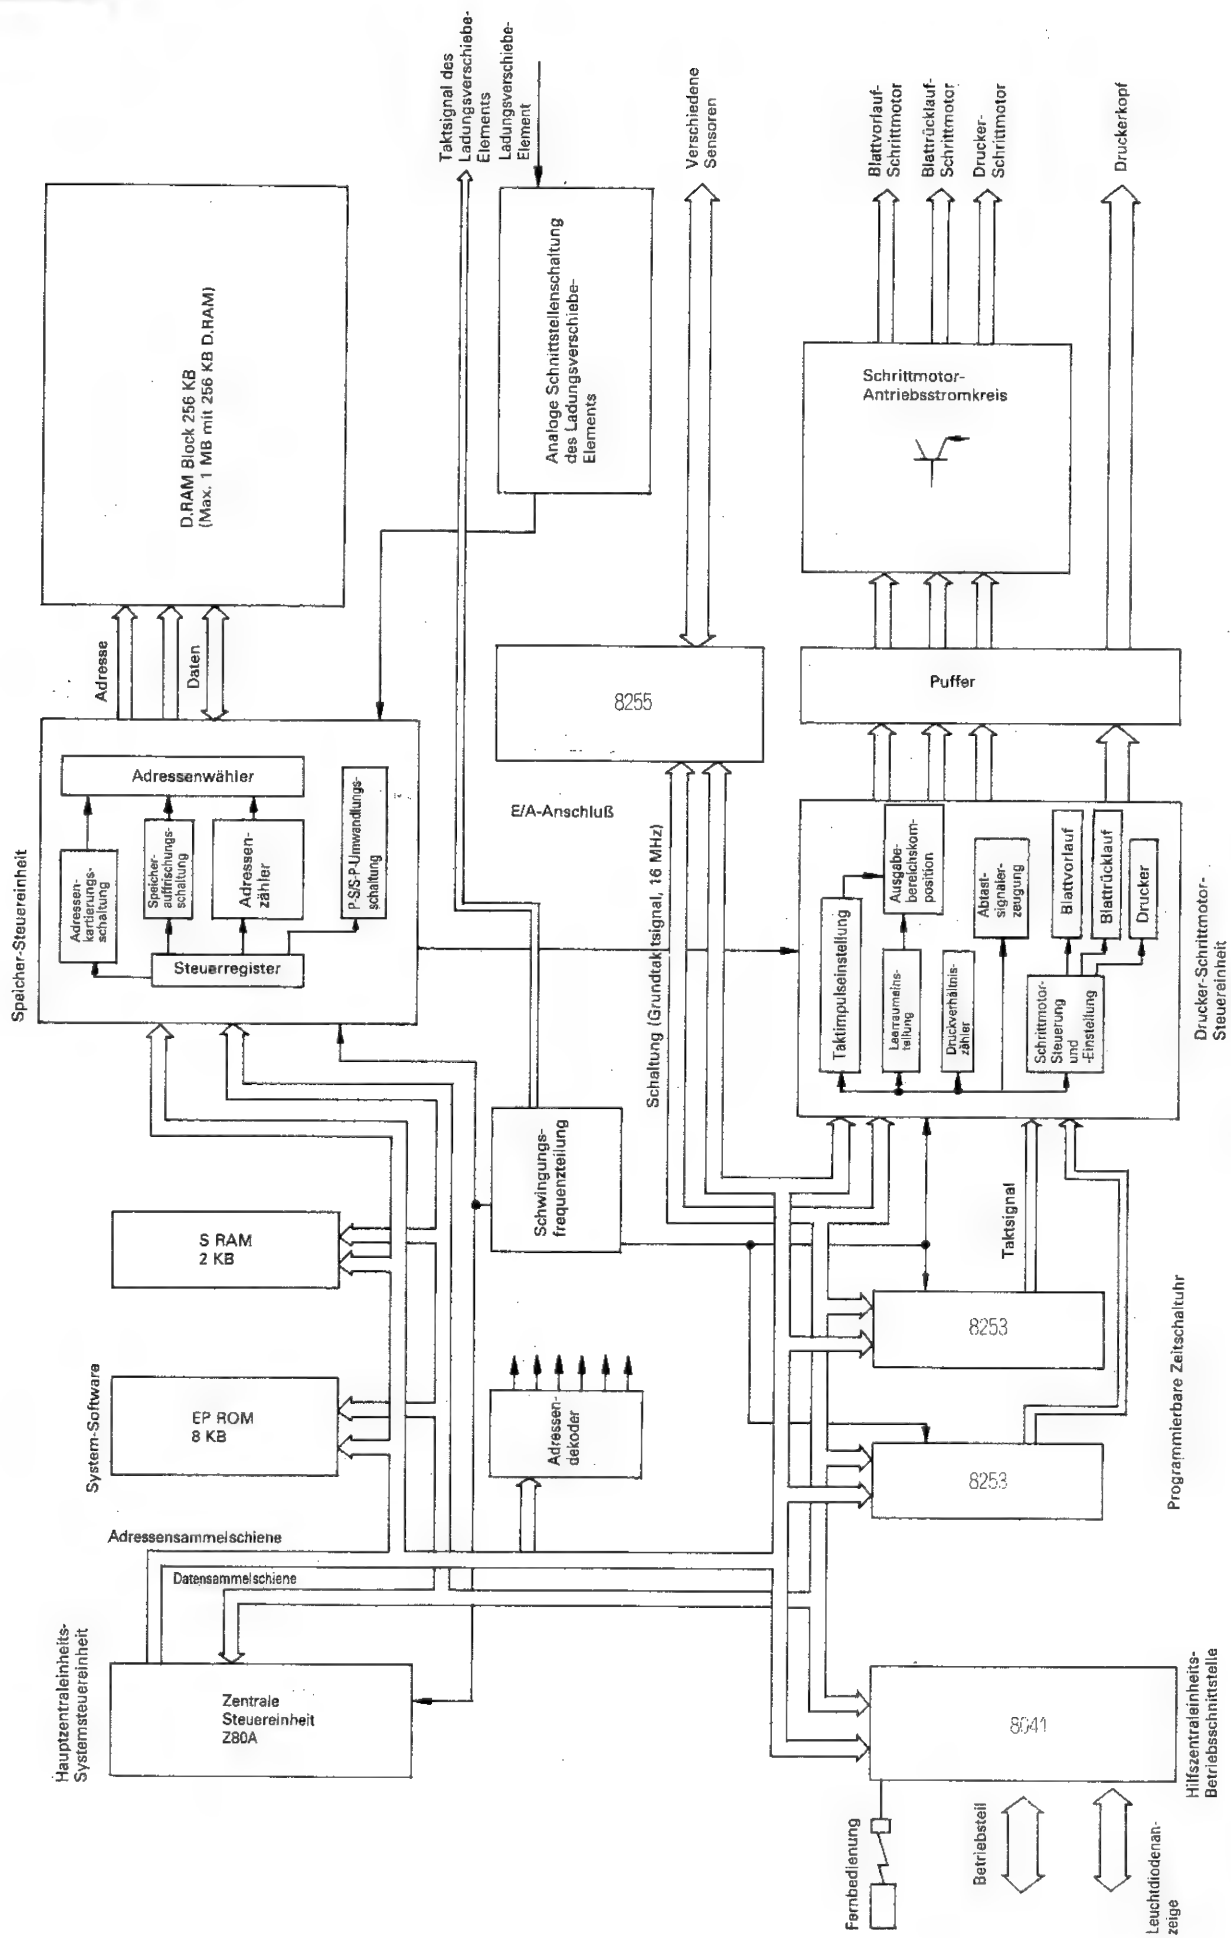

Abbildung 5 Hauptblockschaltbild
- 4) Direktwahl eines gewünschten Bildes von 1 bis 5. (Bild 5 kann nicht kopiert werden.)